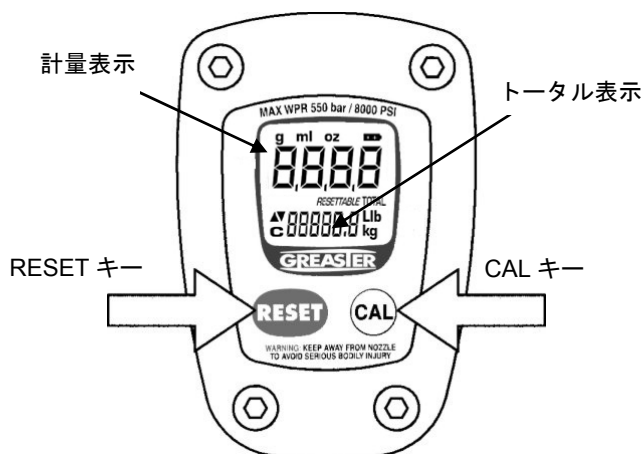

Fig.2
- 2) 使用する前にLCDのg表示が“0”になっている事を確認、またはリセットしてください。(Fig.2)
- 3) 使用する前にLCDのg表示が“0”になっている事を確認、またはリセットしてください。(Fig.2)